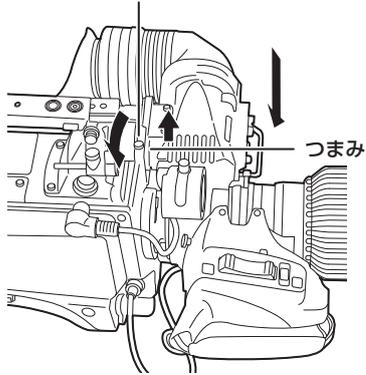

図 1
- 2 取り付けプレートのつまみを引き上げ、プレートをスライドさせてビューファインダーを取り付ける。(図 1)
- 3 ビューファインダー左右位置固定リングをしっかりと締め付ける。(図 1)
- 2 ロック解除ボタンを押して、コネクターカバーを外す。(図1)